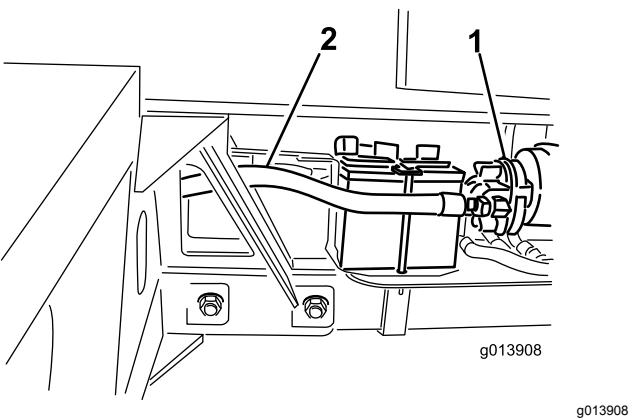

Bild 12
38. Schließen Sie den Hydraulikschlauch Nr. 4 an der Ansaugseite der Hydraulikpumpe an (Bild 12).